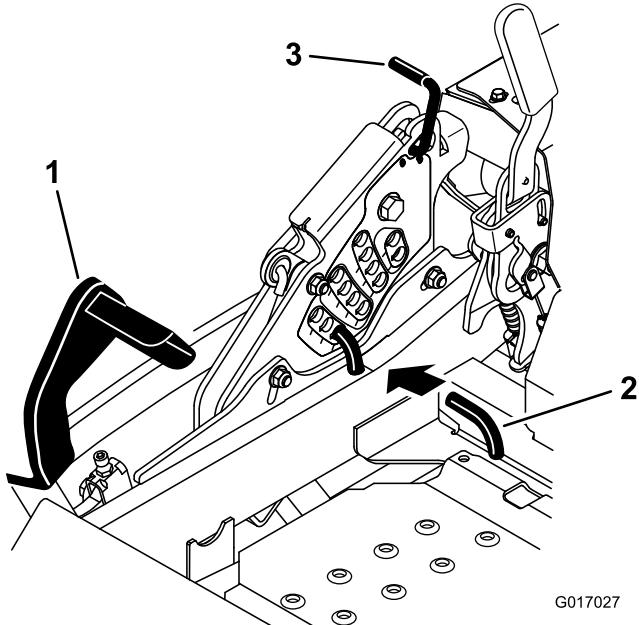

Figura 26
- Pise el pedal de elevación de la carcasa y eleve la carcasa a la posición de transporte (que es también la posición de altura de corte de 140 mm (5-1/2 pulg.)) (Figura 26).
- Para ajustar la altura de corte, gire el pasador 90 grados y retire el pasador del soporte de altura de corte (Figura 26).
- Seleccione el taladro del soporte de altura de corte que corresponde a la altura de corte deseada, e inserte el pasador (Figura 26).